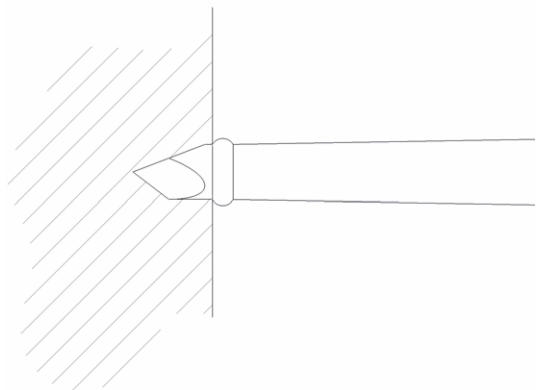

Рис. 1 Шило полностью введено
- ▶ Не вводите костное шило сверх маркировки, см. Рис. 1.